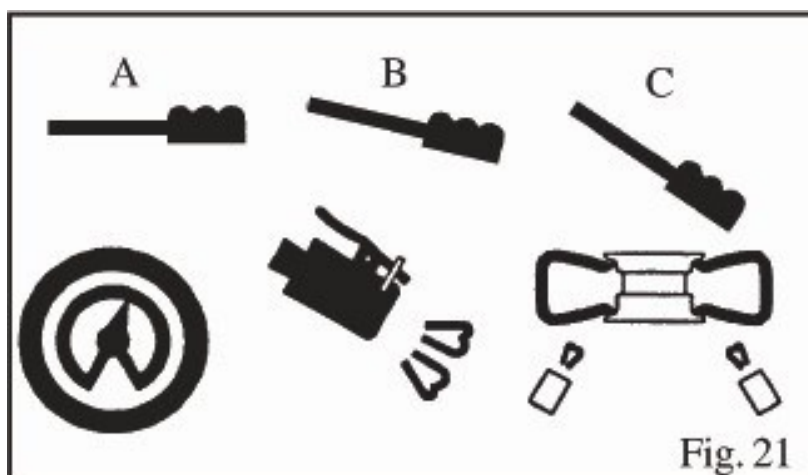

Fig. 21
- Naciśnij pedał w dół do pozycji pośredniej (B - Rys. 21)
- Zwolnij opony; ustaw pedał w pozycji pośredniej (B - rys. 21) i dalej pompuj oponę krótkimi strumieniami powietrza i stale sprawdzaj ciśnienie między dyszami, aż do uzyskania wymaganego ciśnienia.